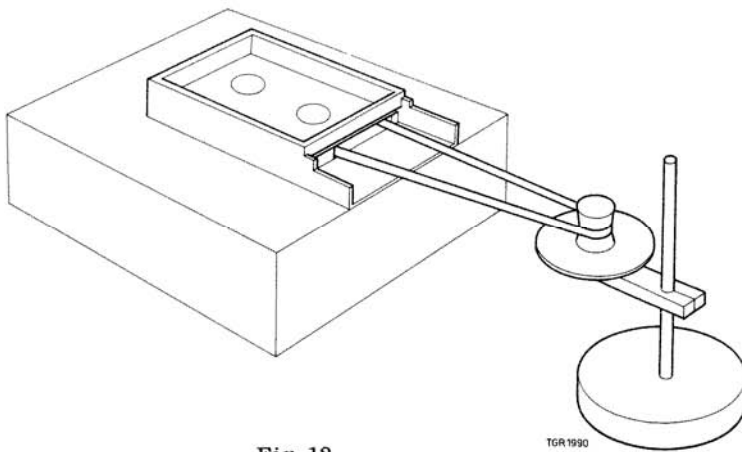

Fig. 12
Controle van de bandsnelheid 2, zie fig. 12
- Stel rechts van het apparaat een stroboscoop op de juiste hoogte in (codenummer 4822 395 90001 voor 50 Hz en 4822 395 90002 voor 60 Hz) en leidt hier de band langs (zie fig. 12).